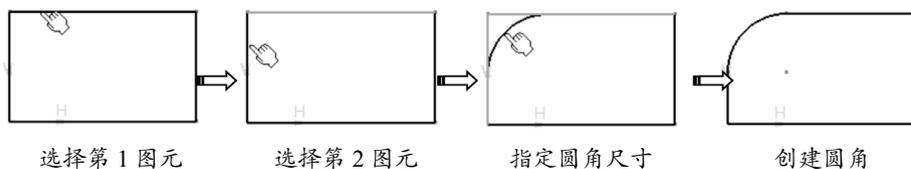

图 5-4
- 修剪所有图形 : 单击此按钮，将修剪所选的两个图元，不保留原曲线，如图 5-4 所示。